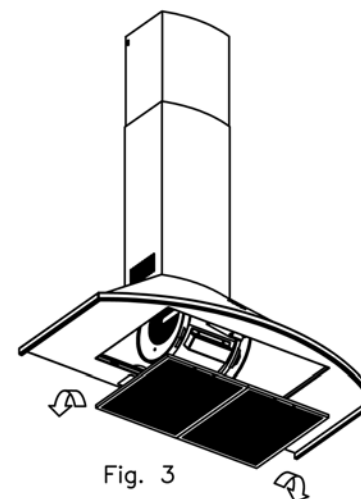
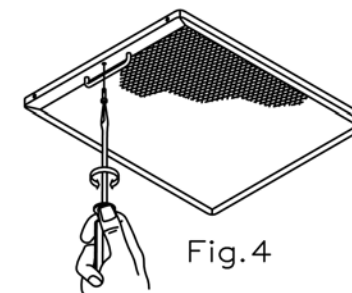

Fig. 3
Fig. 4
- **Limpieza del filtro de grasa:** En virtud del uso y como mínimo cada mes, los filtros de grasa deberán ser desmontados (Fig. 3) y (Fig. 4) y lavados en lavavajillas o en agua caliente y detergente. En el caso de utilizar lavavajillas, es recomendable colocarlos en posición vertical para evitar que los restos de comida se depositen sobre el mismo. Después de haberlos enjuagado y secado colocarlos nuevamente en su lugar, actuando de forma inversa al desmontarlos.
- Nettoyage du filtre à graisse:** En fonction de l'usage au moins une fois par mois, démonter les filtres à graisse (Fig. 3) et (Fig. 4), et nettoyer à l'eau chaude et du détergent, ou utilisant le lave-vaisselle, auquel cas, il est recommandé de les placer en position verticale pour éviter le dépôt de déchets alimentaires. Après les avoir rincés et essuyés, les remettre en place en suivant les instructions de démontage à rebours.